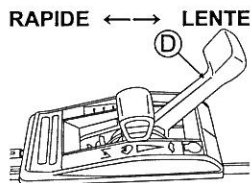

Fig. 4.
5 Ajustez la vitesse de tonte avec le Levier de changement de vitesse (D). (Voir Fig. 4.) Réglez la vitesse de déplacement comme vous le souhaitez en fonction de l'état de la pelouse, du terrain ou de la vitesse de marche de l'opérateur.